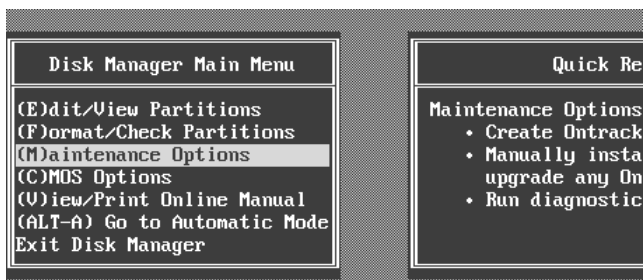

图 3-65 选择 “(M)aintenance Options”
(1) 选择菜单中的 “(M)aintenance Options”，进入高级菜单，如图 3-65 所示。